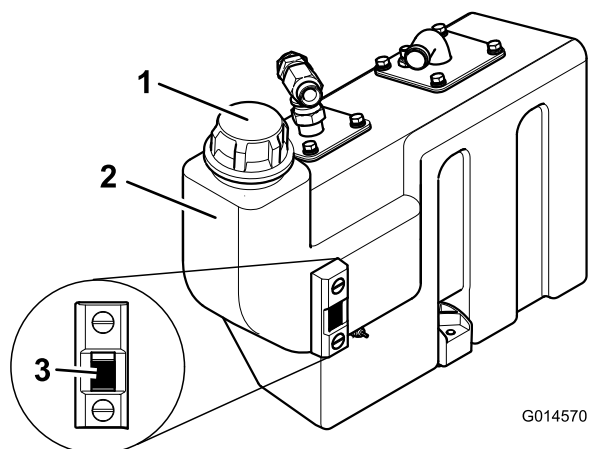

Figura 24
3. Si es necesario añadir fluido hidráulico, limpie la zona alrededor del tapón del depósito hidráulico (Figura 24).